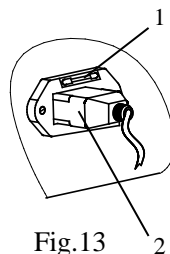

Fig.13
7) Retire a ficha da fonte de alimentação 2 da tomada, retire a tomada do fusível 1. Mudar o fusível. Instale novamente o soquete do fusível e do plugue. (Fig.13) *A especificação do fusível: φ 5,0.5A*